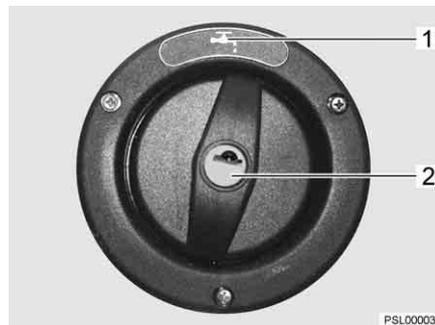
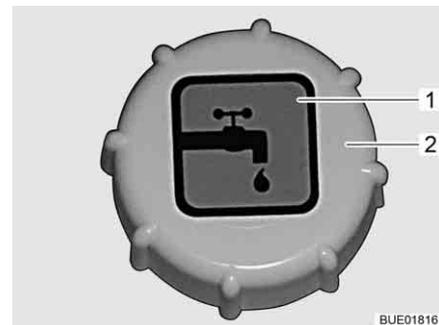

Bild 77 Verschlussdeckel für Trinkwasser-Einfüllstutzen (Viseo)
Bild 78 Verschlussdeckel für Trinkwasser-Einfüllstutzen (Elegance)
- ▷ Der Trinkwasser-Einfüllstutzen ist mit dem Symbol "☰" (Bild 77,1 bzw. Bild 78,1) gekennzeichnet.
Das Öffnen und Schließen des Verschlussdeckels (Bild 77,2 bzw. Bild 78,2) ist in Abschnitt 10.2 beschrieben.